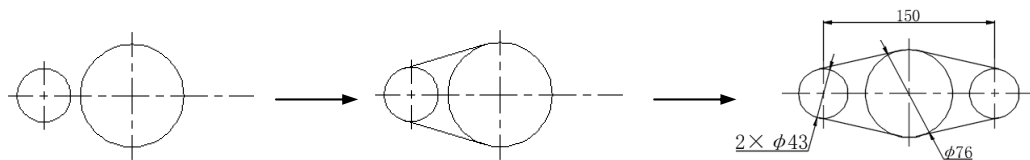

图 3-6 压盖
本实例主要介绍“镜像”命令的使用方法,绘制压盖的流程如图 3-6 所示。
④ 单击“默认”选项卡“修改”面板中的“镜像”按钮, 以中间竖直中心线为对称线，选择对称线左边的图形对象进行镜像，结果如图 3-6 所示。